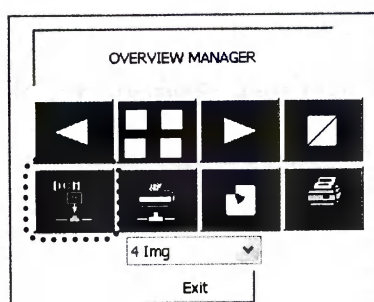

Рисунок 140
- выберите нужное изображение (см. рисунок 140);